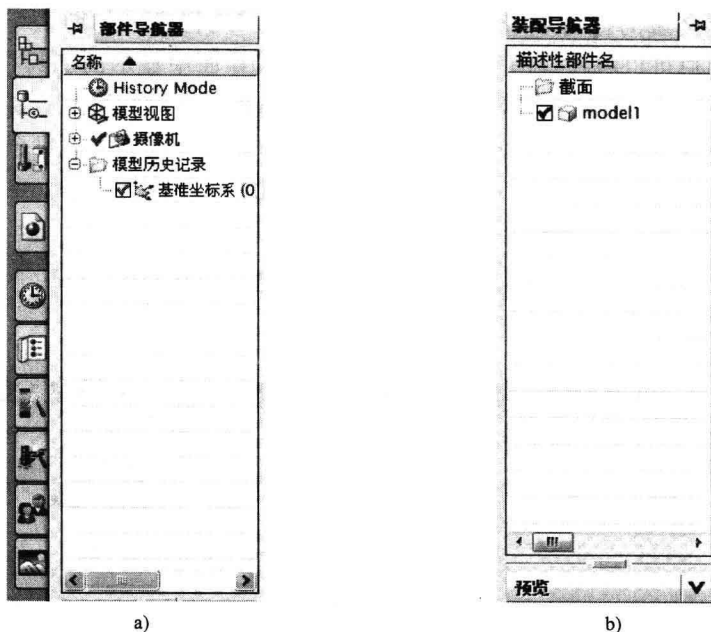

图 1-8 资源导航器
资源导航器如图 1-8 所示, 主要作用是浏览及编辑已创建的草图、基准平面、特征、历史记录等。通过选择资源导航器上的图标可以调出部件导航器 (图 1-8a)、装配导航器 (图 1-8b)、历史、培训、浏览器、收藏夹等。
- 3) 在【部件导航器】或【装配导航器】中单击选择，如图 1-8 所示。